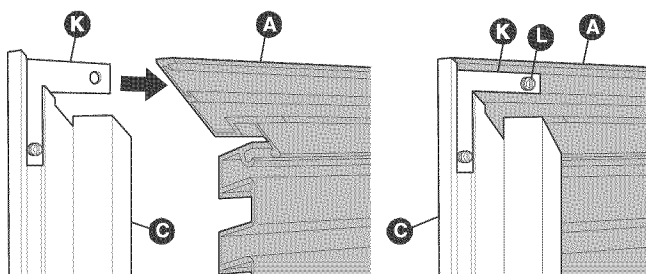

Figure 5
- Joignez chaque garniture latérale (B et C) à la garniture supérieure (A). Assurez-vous que les extrémités de l'ensemble de grilles sont bien insérées dans le profilé de chaque garniture latérale, puis fixez le tout à l'aide de ruban adhésif. Fixez les supports (K) à la garniture supérieure (A) en serrant légèrement les vis de réglage (L) de façon à éviter qu'elles ne s'enfoncent dans la surface de la garniture. **NE SERREZ PAS TROP.** Reportez-vous à la figure 5.